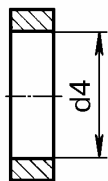

Рис. 37.
16.2.3 Втулка корпуса, рис. 37.**Допускается:**